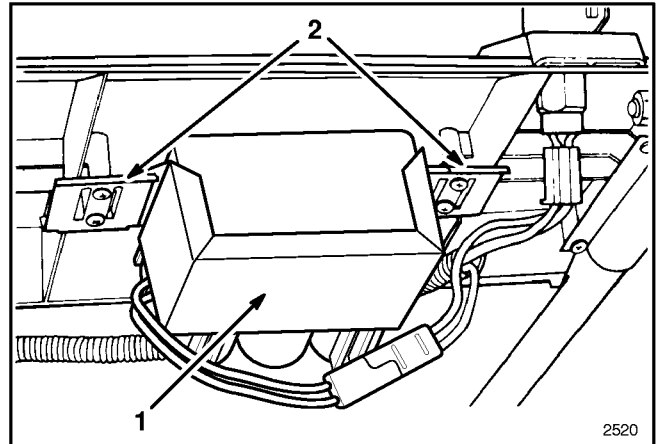

Abbildung 6
1. Siehe unter Batterieaufladung, Seite 17. Batterie, mit der Aufkleberseite nach oben, zwischen Befestigungslaschen an der Rückseite des Schaltbretts schieben und Kabel anschließen (Abb. 6). Zum Anlassen des Motors Schlüssel im Schalter drehen.